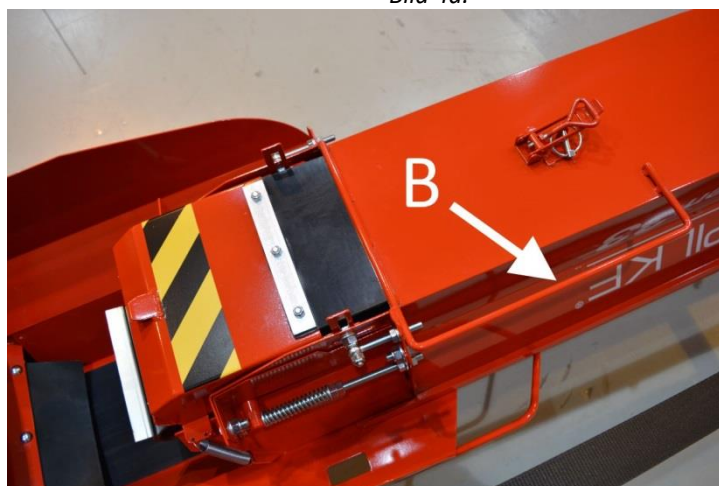
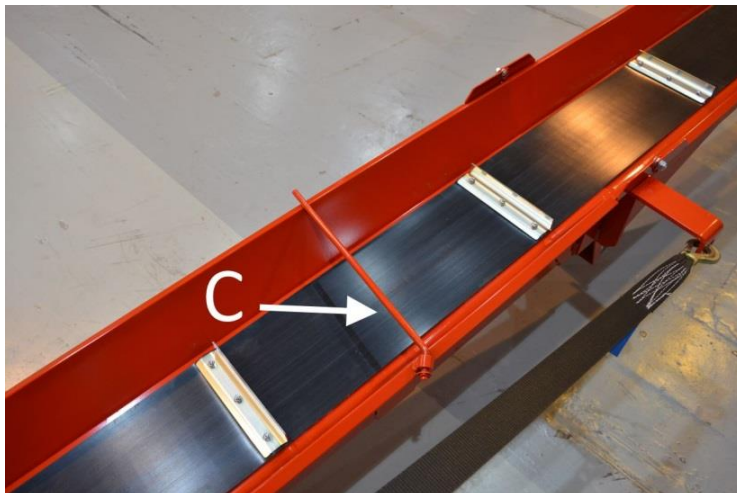

Bild 4b.
Bild 4c.
4. Vänd transportörens övre del till driftläge genom att använda handtag B på bild 4b.
5. Vänd stödstång C för transportläget för utmatningstransportörens band på bild 4c åt sidan.
3. Vänd stödstång C på bild 4c ovanpå bandet och vänd därefter transportörens övre del ovanpå den nedre delen med hjälp av handtag B på bild 4b.